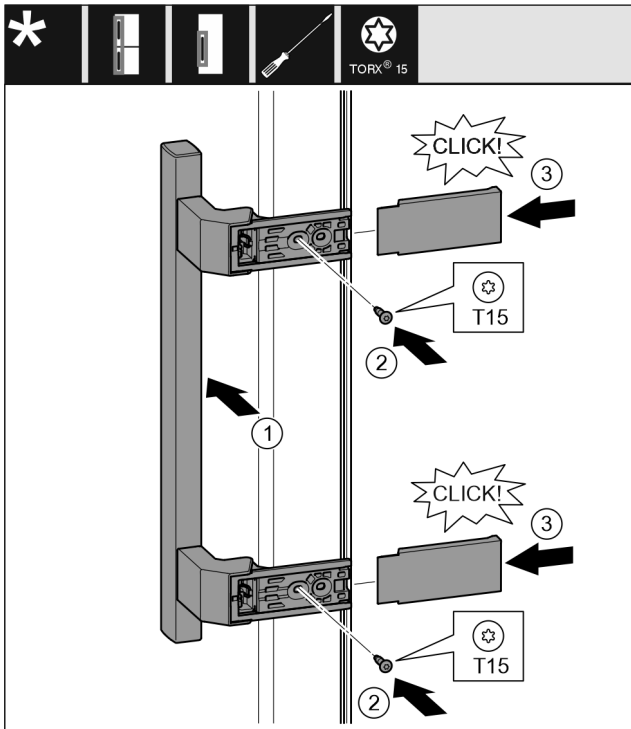

Fig. 18
- Breng het handvat aan de andere kant aan. Fig. 18 (1)
- Schroeven met schroevendraaier T15 vastschroeven. Fig. 18 (2)
- Plaats de afdekkingen op de zijkanten en schuif ze erop. Fig. 18 (3)